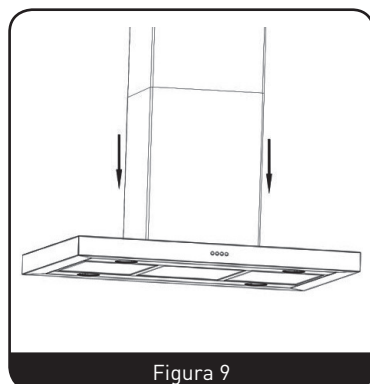

Figura 9
7. Si va a utilizar su campana extractora en modo de evacuación de humos hacia el exterior, conecte el tubo flexible de evacuación en su correspondiente ubicación en el techo. (Figura 9)